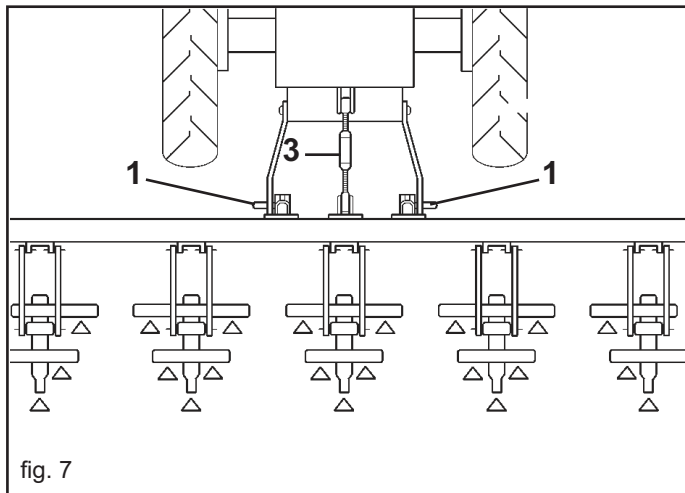

fig. 7
- 1) Prindeți barele elevatorului în bolțurile (1, Fig. 7). Blocați cu știfturile de siguranță.